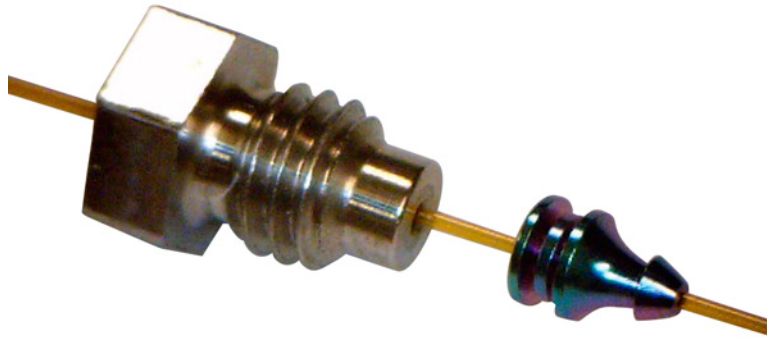

Abbildung 17. An Säule und Säulenmutter gepresste Ferrule
- 7** Drehen Sie die Säulenmutter mit dem 1/4-Zoll-Gabelschlüssel um weitere 15 bis 20 Grad im Uhrzeigersinn, um sicherzustellen, dass die Ferrule ordnungsgemäß auf die Säule gepresst wird. Siehe **Abbildung 17**.